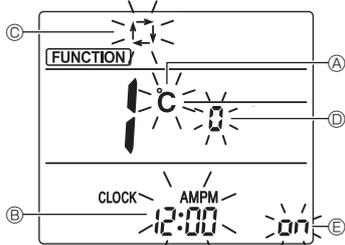

Fig. 7-12
- Отобразится экран настройки индикации. (Fig. 7-12)